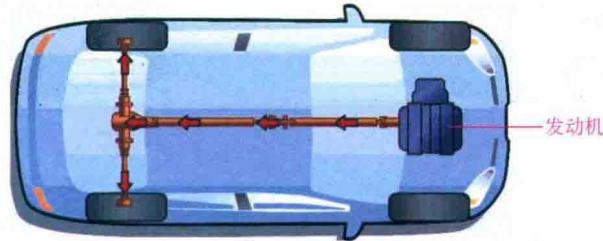

图 1.1-7 前置后驱
(1) 前置后驱 即发动机前置、后轮驱动，是一种最传统的驱动形式，如图1.1-7所示。